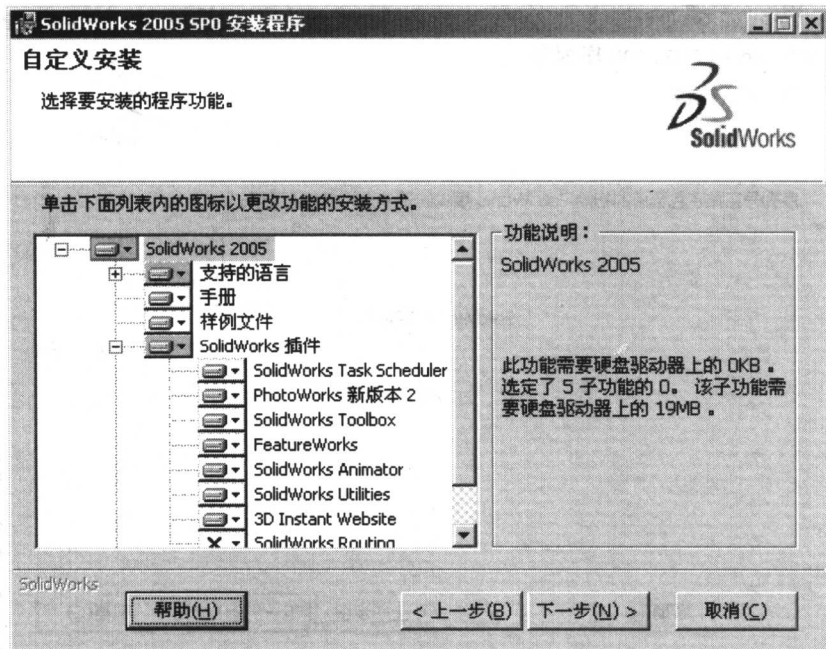

图 1-4 定义要安装的程序功能
(4) 单击“下一步”按钮，如图 1-4 所示，定义要安装的程序功能，包括“支持的语言”、“手册”、“样例文件”、“SolidWorks 插件”等项目。